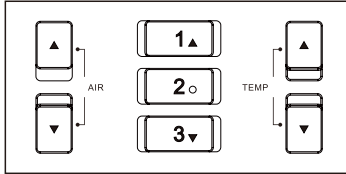

图 1-6
1. 取快捷温度：正常工作时，按一下“1或2或3”键（如图1-6），可快速提取存储于“1或2或3”通道中的设置温度和风量的设定值。